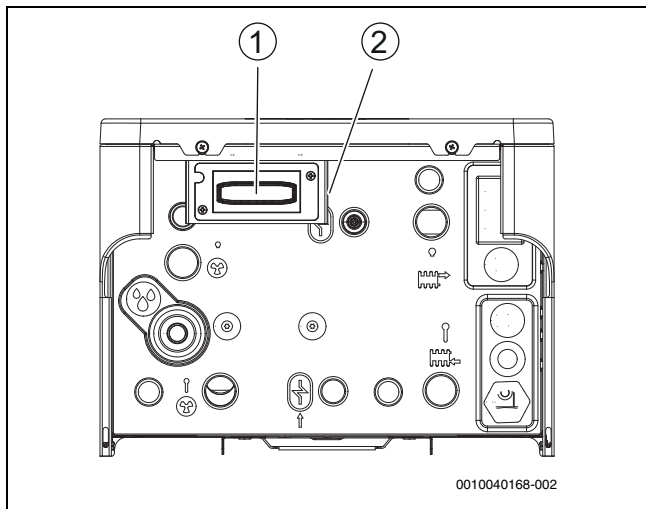

Bild 12 Connect-Key aufstellen
1. Hebel ausklappen (→ [2], Abb. 12).
2. Modul in den Halter einsetzen (→ [1], Abbildung 12).